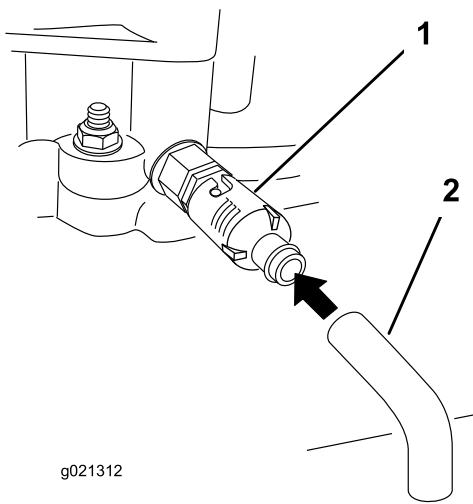

Bild 24
5. Stellen Sie eine Auffangwanne unter den Ablassschlauch. Drehen Sie das Ölablassventil, damit das Öl herauslaufen kann (Bild 24).
7. Entfernen Sie den Ablassschlauch (Bild 24).